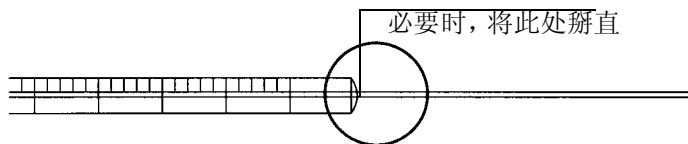

图 9 检查注射器针头
1. 把注射器放在干净光滑的平面边缘上滚动。如果针尖划圆圈，则把连接到注射器筒体附近的针头轻轻地掰直，并再次检查。参见图 9。